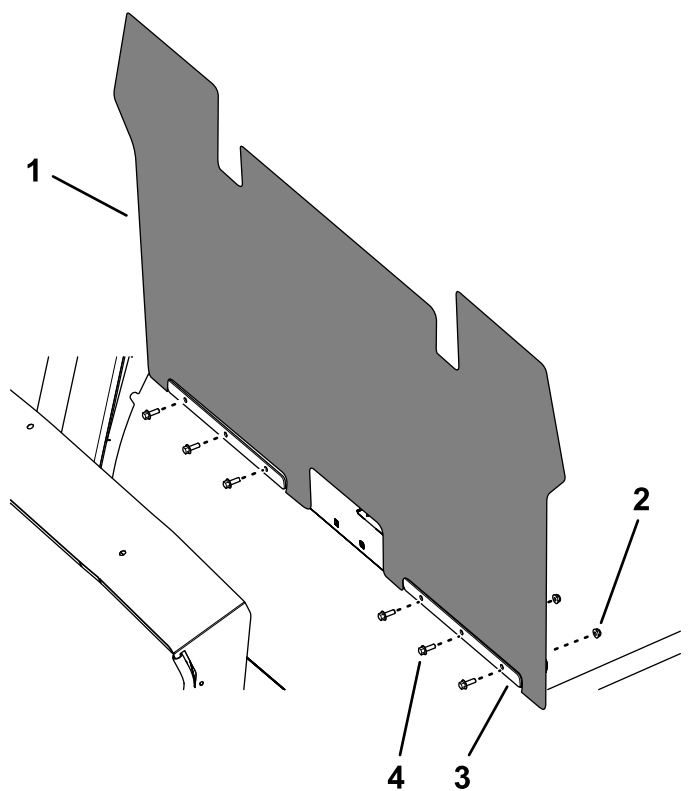

Figura 22
2. Installate il parafrangente interno e le sue barre con 6 bulloni a testa esagonale ($\frac{1}{4}$ " x $\frac{3}{4}$ ") e 6 dadi flangiati ($\frac{1}{4}$ ") come mostrato nella Figura 22.